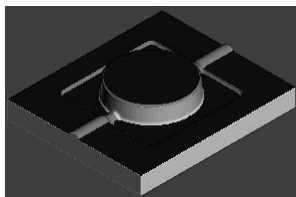

图 3-186 仿真加工结果
2) 在“仿真”工具栏的“当前刀具路径”下拉列表中选择要模拟的刀具路径 finish3, 然后单击“执行”按钮, 系统开始自动仿真加工, 仿真加工结果如图 3-186 所示。